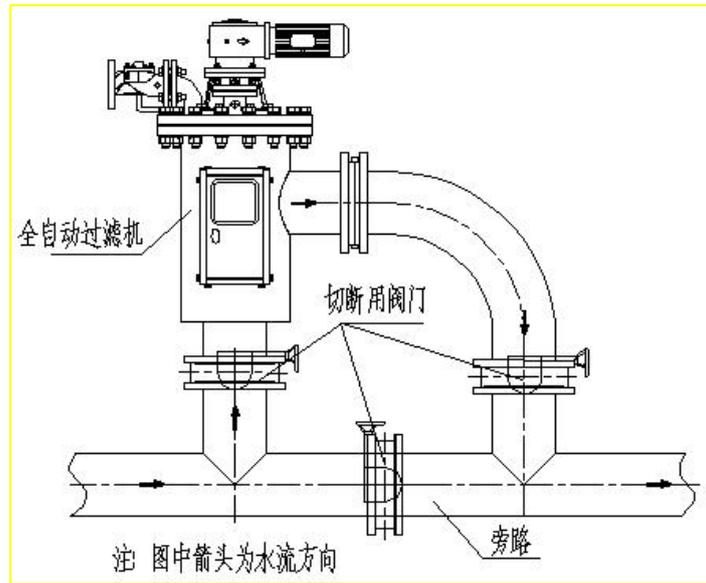

图 2
- 3) 过滤器有两种安装方式，见图 2~3，但应注意水流方向不可弄错，安装时应尽量使水力控制阀处于水平位置或向下的位置，以保证排污彻底。